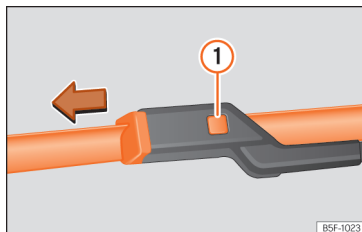

Fig. 211 Cambio de las escobillas del limpiaparabrisas.
- Mantenga presionada la tecla de desbloqueo »»» **fig. 211** ① tirando ligeramente de la escobilla en el sentido de la flecha.